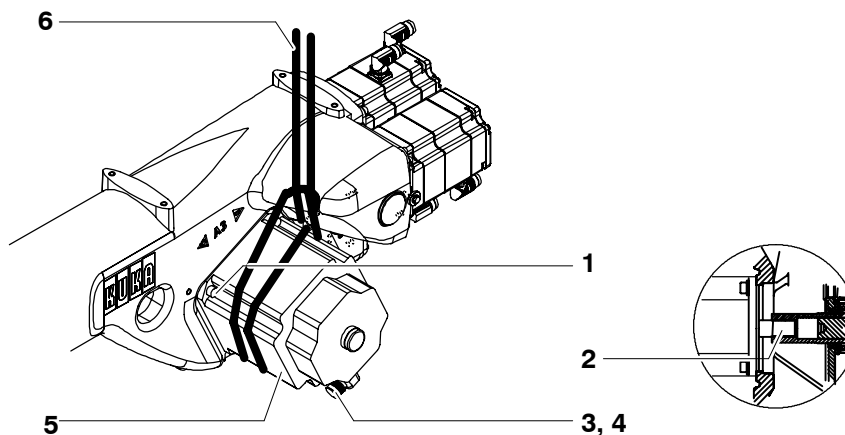

Fig. 95 Démontage et montage de l'entraînement de l'axe majeur A3
- (2) Desserrer les quatre vis à six pans creux (Fig. 95/1) sans néanmoins les dévisser.
- (3) Bloquer l'entraînement de l'axe majeur A3 (5) avec le dispositif de levage (6).
- (4) Desserrer et retirer les connecteurs XM3 et XP3 aux connecteurs femelles (3, 4).
- (5) Dévisser les quatre vis à six pans creux M12x30 (1) sans oublier les rondelles-frein et enlever l'entraînement de l'axe majeur A3.
- (1) Le cas échéant, procéder à la déconservation du nouvel entraînement de l'axe majeur A3.
- (2) Avant le montage, nettoyer les dents du servomoteur à courant triphasé (Fig. 95/2) et du réducteur, pour les enduire légèrement mais sur toute la surface avec du Microlube GL 261.
- (3) Monter l'entraînement de l'axe majeur A3 (5) avec le dispositif de levage (6).